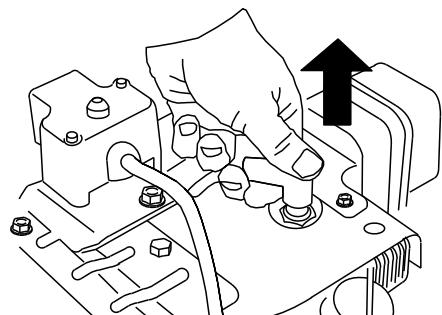

Figure 40
3. Débranchez la bougie (Figure 40).